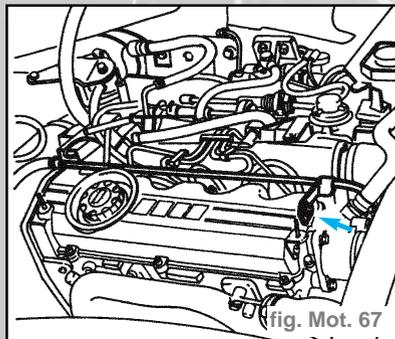

fig. Mot. 67
- Débrancher la canalisation rigide du liquide de refroidissement à l'aide de l'outil **1860967000** pour dévisser le raccord sur la culasse ; dévisser également la vis indiquée et placer le tuyau sur le côté (fig. Mot. 67).